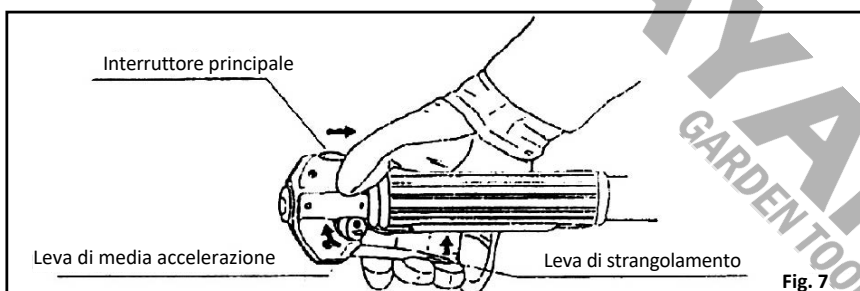

Fig. 7
- (1) Allontanare l'interruttore ON/OFF (acceso/spento) dalla posizione STOP. Il motore non si avvia se l'interruttore ON/OFF è in posizione di STOP (Fig. 7).
- (2) Premere il grilletto e spostare la leva di accelerazione media in direzione della freccia (Fig. 7).
- (3) Allentare il grilletto per bloccare la leva di accelerazione media. Ora è possibile avviare il motore (Fig. 7).